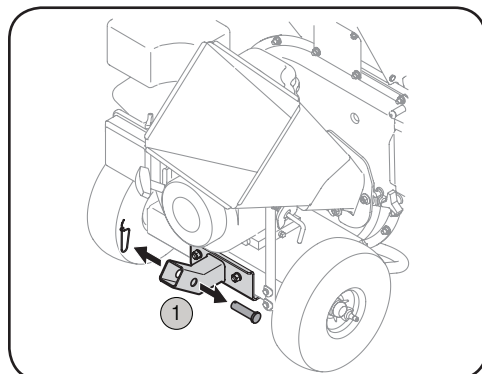

Figura 2-3
6. Saque el pasador de resorte y el pasador de horquilla del extremo del receptor de la barra de remolque. Vea la Figura 2-3.